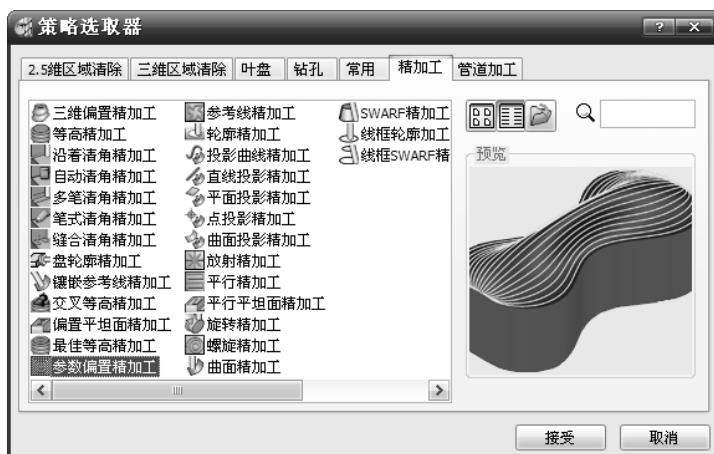

图5-82 “策略选取器”对话框的“精加工”选项卡
- 1) 单击主工具栏上的“刀具路径策略”按钮 $\mathbb{S}$ ，弹出“策略选取器”对话框。单击“精加工”选项卡，选择“参数偏置精加工”加工策略，如图5-82所示。单击“接受”按钮。